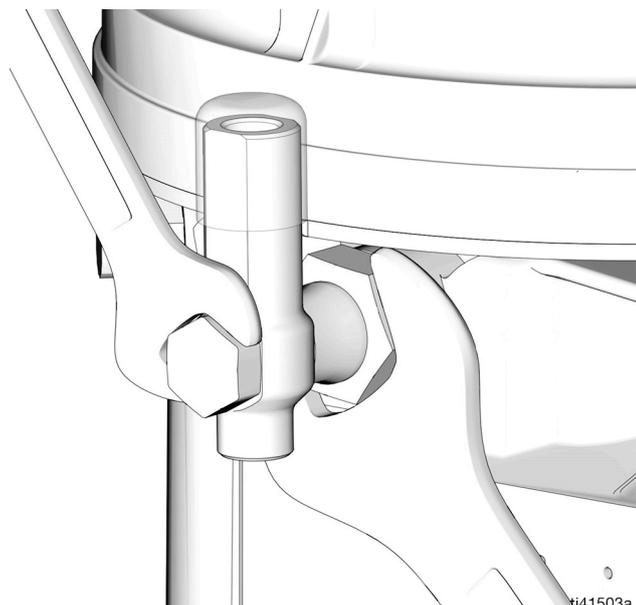

Fig. 10
Relâcher la pression dans l'élément de pompe à l'aide de deux clés travaillant dans des directions opposées sur l'élément de pompe et le raccord d'élément de pompe pour desserrer lentement le raccord uniquement jusqu'à ce que le raccord soit desserré et qu'aucun lubrifiant ou air ne s'en échappe. Répéter l'opération pour chaque élément de pompe installé (FIG. 10).
- Utiliser toujours deux clés travaillant dans des directions opposées pour raccorder quoi que ce soit à l'élément de pompe ou aux raccords auxiliaires. Voir FIG. 10 à titre d'exemple.